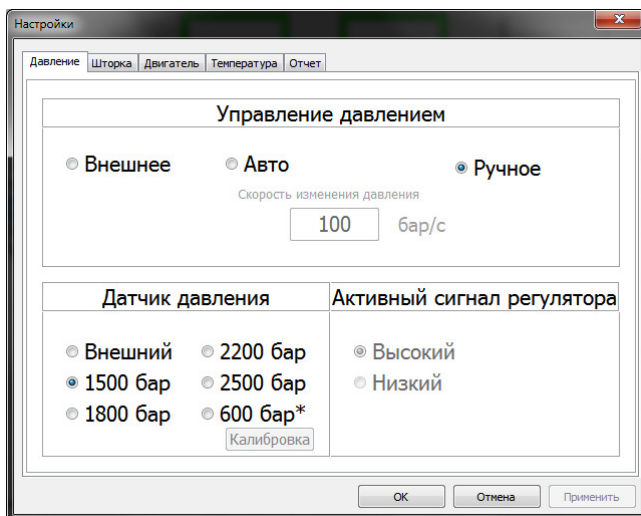
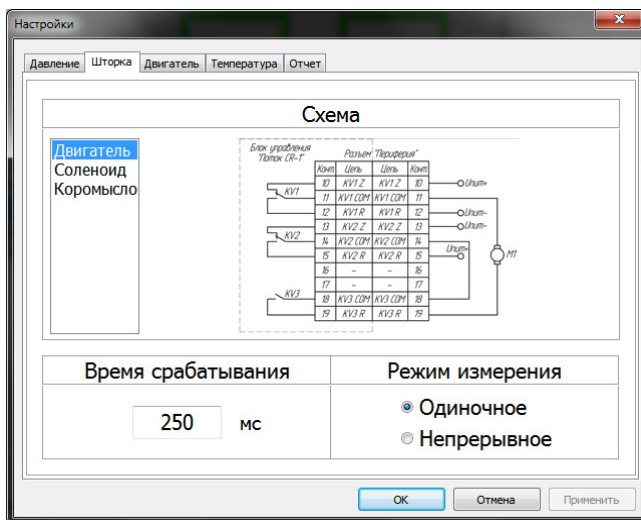
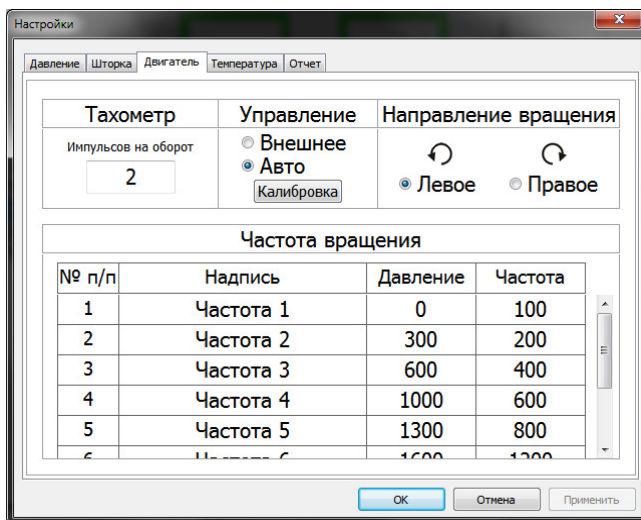
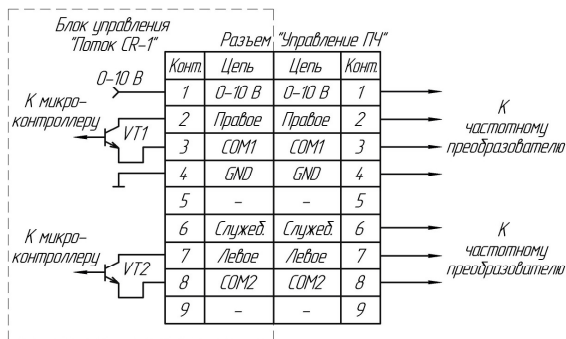

Рисунок 7.11 – Окно настроек
Рисунок 7.15 – Окно настройки шторки-задвижки
Рисунок 7.16 – Окно настройки измерения и регулировки частоты вращения двигателя
Рисунок 7.17 – Распайка разъема "Управление ПЧ".
Для перехода к настройкам необходимо выбрать в строке меню главного окна программы выбрать пункт "Конфигурация" и в меню выбрать пункт "Настройки". На экране появится окно настроек (см. рис. 7.11).
Для выбора режима управления давлением необходимо в окне настроек (см. рис. 7.11) выбрать закладку "Давление" и на панели "Управление давлением" выбрать необходимый режим управления.
Для выбора режима управления давлением необходимо в окне настроек (см. рис. 7.11) выбрать закладку "Давление" и на панели "Датчик давления" выбрать используемый датчик давления.
1. В окне настроек (см. рис. 7.11) выбрать закладку "Давление".
Для выбора схемы управления шторкой необходимо в окне настроек (см. рис. 7.11) выбрать закладку "Шторка" и на панели "Схема" выбрать используемую схему управления шторкой (см. рис. 7.15).
Для этого необходимо в окне настроек (см. рис. 7.11) выбрать закладку "Шторка" и задать время срабатывания шторки на одноименной панели (см. рис. 7.15).
Для выбора режима измерения необходимо в окне настроек (см. рис. 7.11) выбрать закладку "Шторка" и на панели "Режим измерения" выбрать необходимый режим (см. рис. 7.15).
Для этого необходимо в окне настроек (см. рис. 7.11) выбрать закладку "Двигатель" и на панели "Тахометр" задать количество импульсов на один оборот двигателя (см. рис. 7.16).
При выборе правого направления вращения транзистор VT1 открыт, транзистор VT2 закрыт (см. рис. 7.17).
При выборе левого направления вращения транзистор VT1 закрыт, транзистор VT2 открыт (см. рис. 7.17).
Для настройки направления вращения необходимо в окне настроек (см. рис. 7.11) выбрать закладку "Двигатель" и на панели "Направление вращения" задать направление вращения (см. рис. 7.17).
Для настройки направления вращения двигателя необходимо в окне настроек (см. рис. 7.11) выбрать закладку "Двигатель" и на панели "Управление" выбрать необходимый режим управления двигателем (см. рис. 7.16).
Для этого необходимо в окне настроек (см. рис. 7.11) выбрать закладку "Двигатель" и на панели "Управление" нажать кнопку "Калибровка" и следовать инструкциям на экране.
Соответствие частоты вращения и диапазона давлений задается в окне настроек (см. рис. 7.11), на закладке "Двигатель" (см. рис. 7.16).